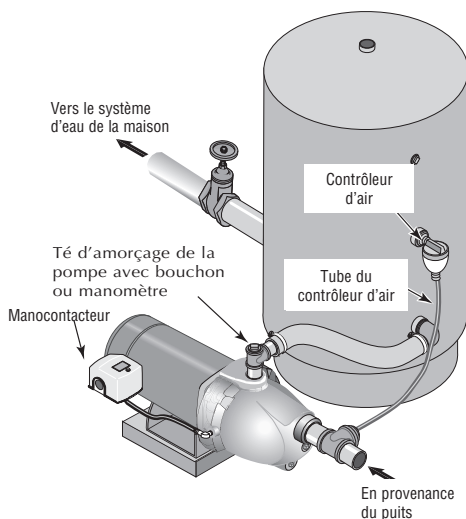

Figure 5 : Branchements sur un réservoir standard
Branchement sur un réservoir standard (Figure 5)
- 1 ° Poser un té dans l'orifice de refoulement de la pompe (voir la Figure 5).